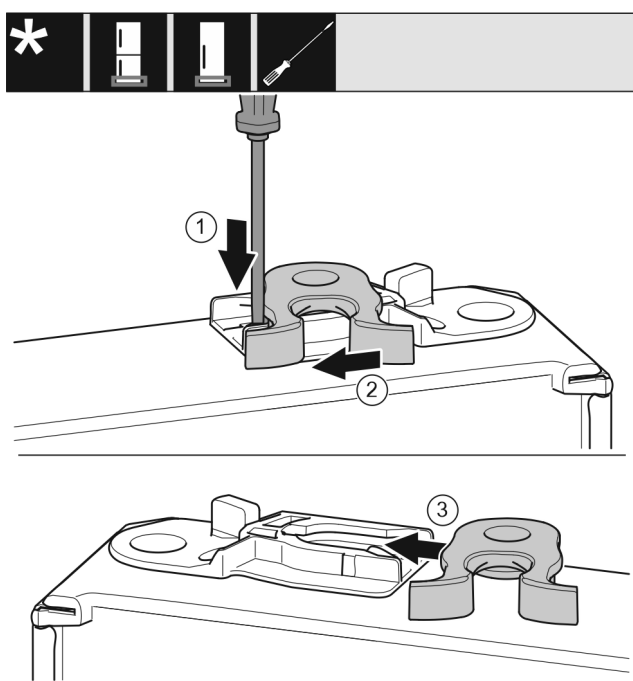

Fig. 17
- ▶ Premere la linguetta verso il basso con un cacciavite a testa a intaglio. Fig. 17 (1)
- ▶ Estrarre il gancio di chiusura dalla guida. Fig. 17 (2)
- ▶ Spingere il gancio di chiusura sull'altro lato nella guida. Fig. 17 (3)